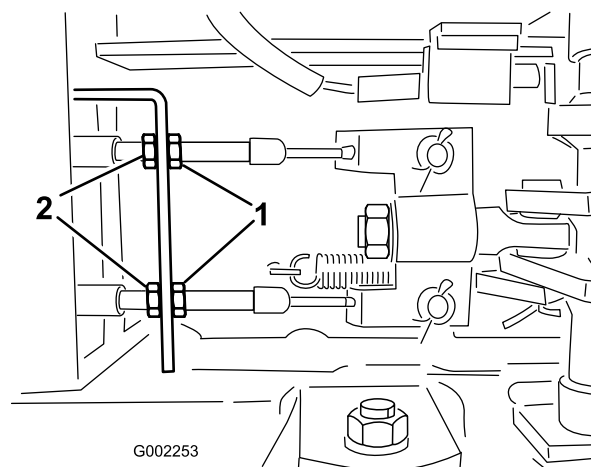

Figura 56
6. Aperte as porcas traseiras de forma idêntica até o pedal dos travões se deslocar entre 1 a 2 cm antes de se verificar qualquer resistência (Figura 56).
5. Desaperte as porcas dianteiras nos cabos dos travões por baixo da parte dianteira do carro de rega (Figura 56).